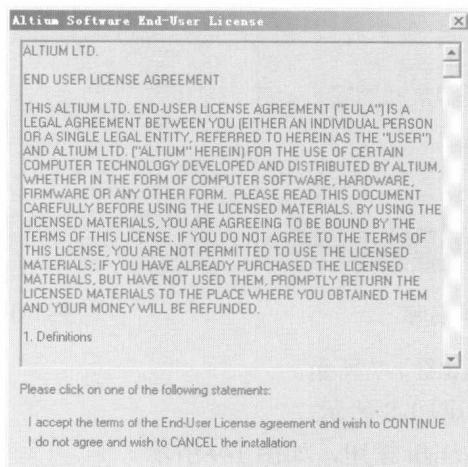

图 1-10 接受元件库条件
(1) 进入“元件库”文件夹，双击 DXP2004SP2_IntegratedLibraries.exe 文件安装元件库，出现如图 1-10 所示对话框，单击 I accept...。